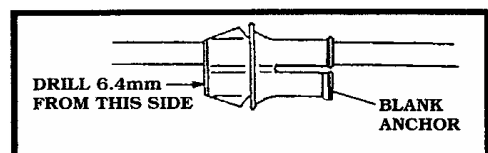

Figure 24
2. 這一備份的固定接頭有一個6.4mm的孔，但並未完全貫穿，使用一支6.4mm的鑽頭，很容易即可鑽穿。(參閱 Figure 24)